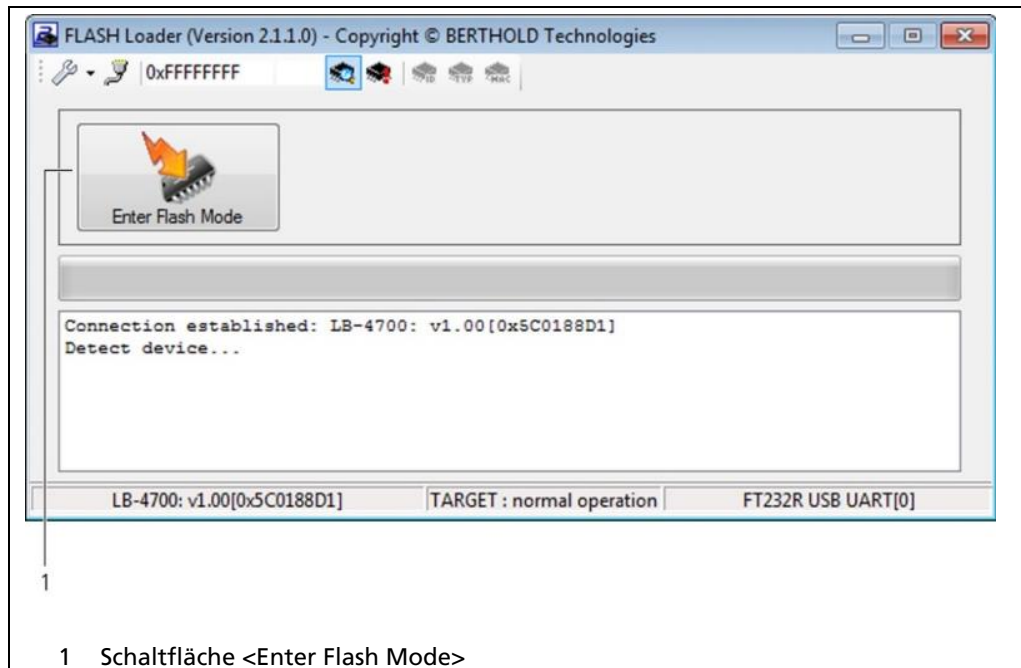

Abb. 52 Flash Loader Verbindungs Aufbau
13. Klicken Sie auf die Schaltfläche <Enter Flash Mode> (Abb. 52, Pos. 1).